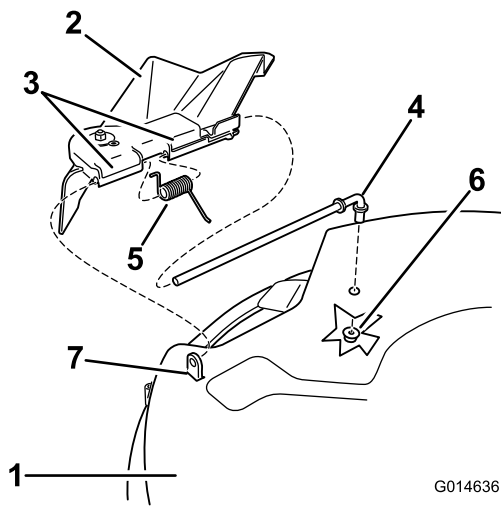

Figura 58
1. Individuate le parti illustrate nella Figura 58.
2. Togliete il dado (da 3/8 poll.) dall'asta sottostante il tosaerba (Figura 58).
3. Estraete l'asta dal distanziatore corto, dalla molla e dal deflettore dell'erba (Figura 58). Togliete il deflettore dell'erba tagliata se è danneggiato o consumato.
4. Riposizionate il deflettore dell'erba (Figura 58).
6. Collocate la molla sull'asta (tenendo abbassati i fili alle estremità), tra le staffe del deflettore di sfalcio. Fate scorrere l'asta attraverso la seconda staffa del deflettore dell'erba (Figura 58).
7. Inserite l'asta dalla parte anteriore del deflettore dello sfalcio, nel piccolo isolatore sul piatto di taglio. Fissate l'estremità posteriore dell'asta nel tosaerba con un dado (3/8 poll.) (Figura 58).